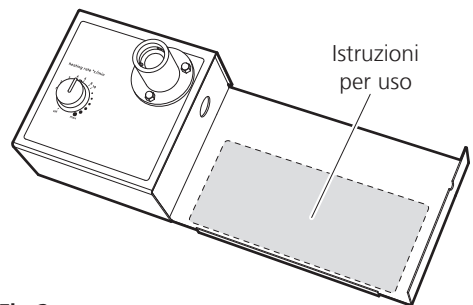

Fig 2
2. (Solo primo utilizzo) Dopo aver disimballato l'apparecchio selezionare l'etichetta di istruzioni adesiva desiderata dal set multilingua fornito. Rimuovere il dorso di protezione e applicare l'etichetta sull'area metallica incavata sul lato destro dello strumento (v. Fig. 2). Applicare l'etichetta con attenzione, utilizzando un oggetto piatto per eliminare eventuali bolle d'aria.